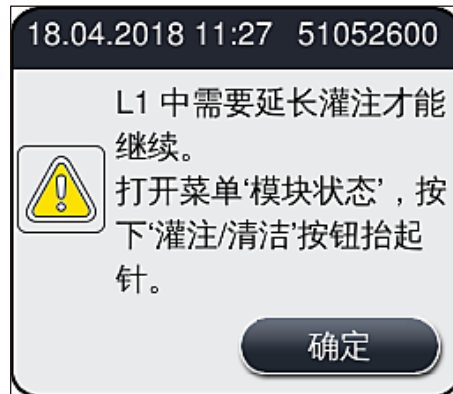

图 99
2. 请注意随后出现的信息消息 (→ 图 99), 并使用 **确定** 按钮确认。